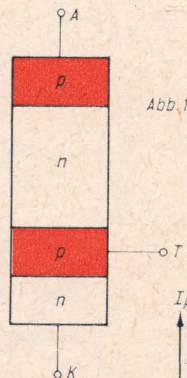

Abb. 1
Thyristoren sind Halbleiterbauelemente mit einer pnpn-Zonenfolge (Abb. 1). Die Elektroden heißen Anode (A), Katode (K) und Steuerelektrode oder Tür (T). Im normalen Betriebsfall wird Plus an Anode und Minus an Katode angeschlossen. Dann ist der mittlere pn-Übergang gesperrt, die beiden anderen werden in Durchlaßrichtung betrieben. Wegen des gesperrten pn-Überganges fließt nur ein kleiner Reststrom. Ein positiver Impuls an der Steuerelektrode zündet den Thyristor, d. h. die Stromstärke steigt schnell an und die Spannung am Thyristor bricht auf einen kleinen Wert – etwa 1 V – zusammen. Dieser Zustand bleibt auch nach dem Abklingen des Steuerimpulses erhalten. Der Thyristor erlangt sein Sperrverhalten erst dann wieder, wenn die Stromstärke oder Spannung unter eine bestimmte Größe (Haltestrom, Haltespannung) absinken. Beim Betrieb an Wechselspannung ist das im Ende jeder positiven Halbwelle der Fall.